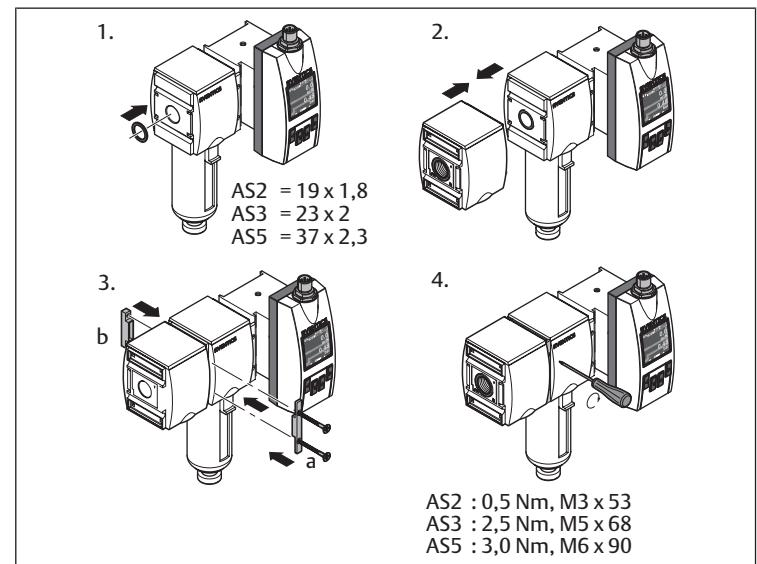

Abb. 5: Montage mit Verblockungssatz | W04
- Montage mit Verblockungssatz und Wartungseinheit: siehe → Abb. 5.